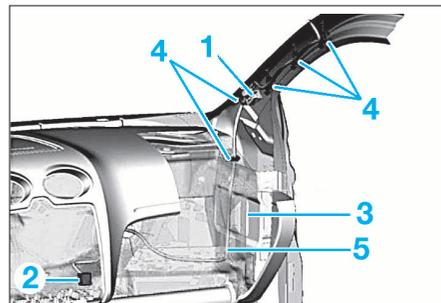

FIG. 74
- Déconnecter le connecteur (1) du faisceau de pavillon (Fig.74).